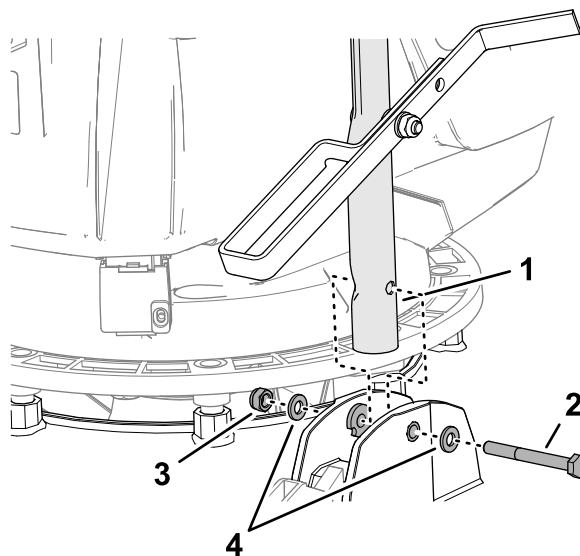

Рисунок 7
3. Вирівняйте отвір руків'я у втулках (Рисунок 7) і закріпіть руків'я на косарці за допомогою болта (6 x 55 мм), 2 шайб (6 мм) і самостопорної гайки (6 мм).